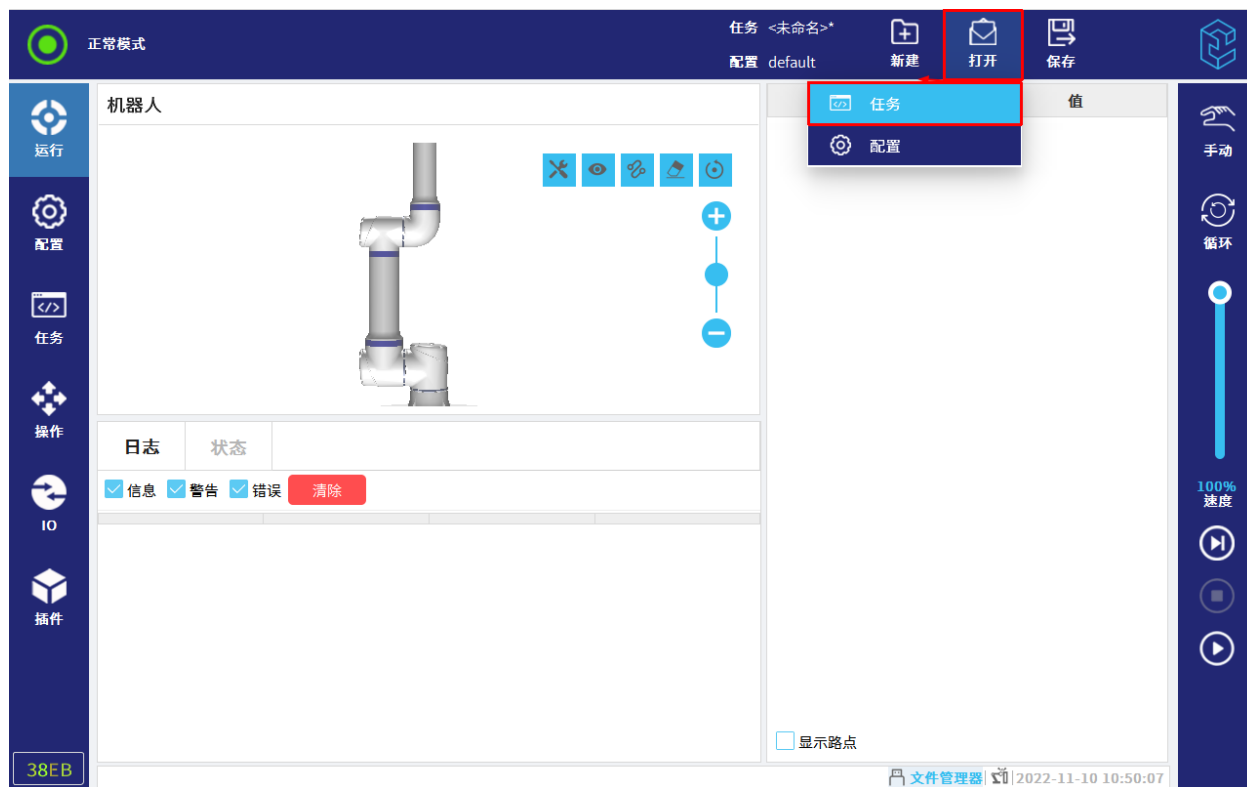

图 8-6 打开任务
1. 在任务和配置管理器中，点击“打开”，然后选择“任务”，如图 8-6 所示。